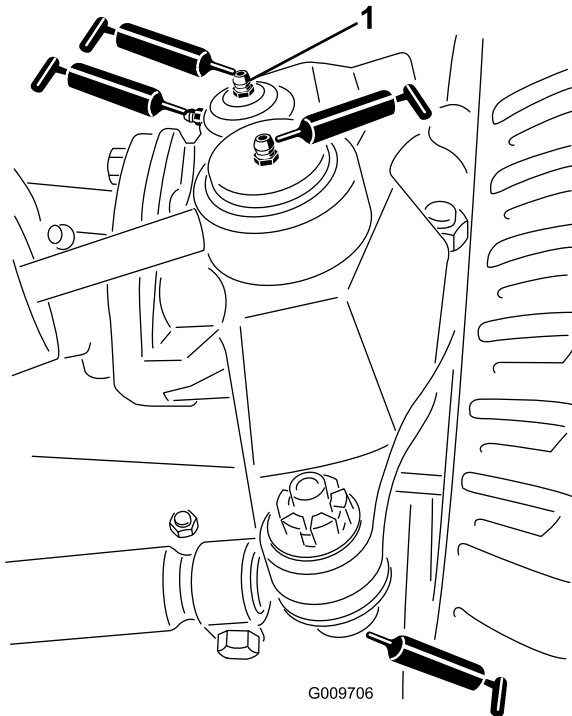

Figure 45
- Rotules de vérin de direction (2), comme montré à la Figure 45.
- Rotules de biellette de direction (2), comme montré à la Figure 45.
- Bagues de pivot de fusée (2), comme montré à la Figure 45.